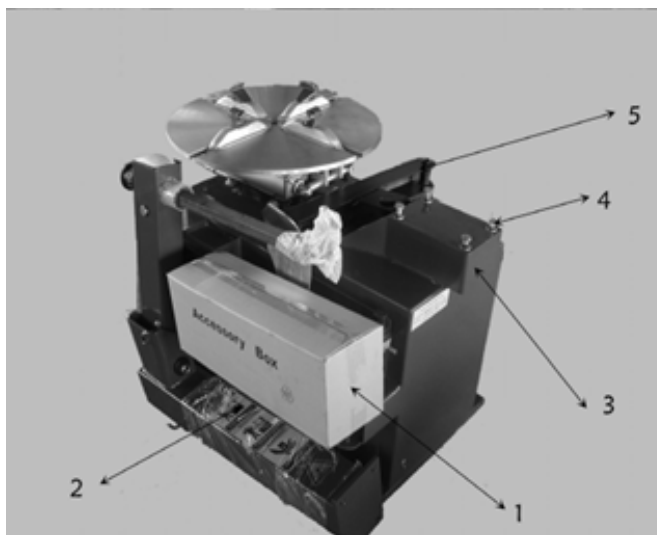
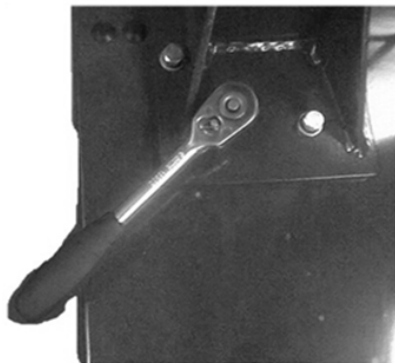

Рис. 4-1
Рис. 4-2
Как показано на рис. 4-1, распакуйте коробку и возьмите коробку с аксессуарами (1) нож отрыва кромки шины (5) и стойку в сборе (2). Зафиксируйте корпус. Открутите винты с шестигранной головкой (4) на корпусе, снимите пружинную и плоскую шайбы.
Установите снятые болты, пружинную и плоскую шайбы, как показано на рис. 4-1, обратно. Затяните болты с усилием 70 Н·м. (Рис. 4-2,) используя динамометрический ключ.